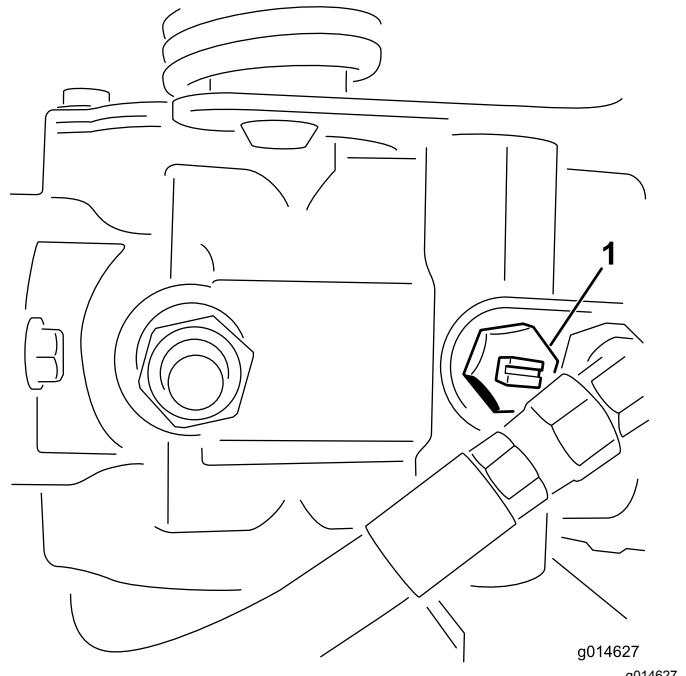

図 23
1. 油圧ポンプについているバイパスバルブ図23の溝が「縦」になるようにバルブを回転させる。
2. エンジンを始動する時には、必ずバイパスバルブ図23を閉じる溝が横向きになる。バルブを開けたままでエンジンを掛けないこと。